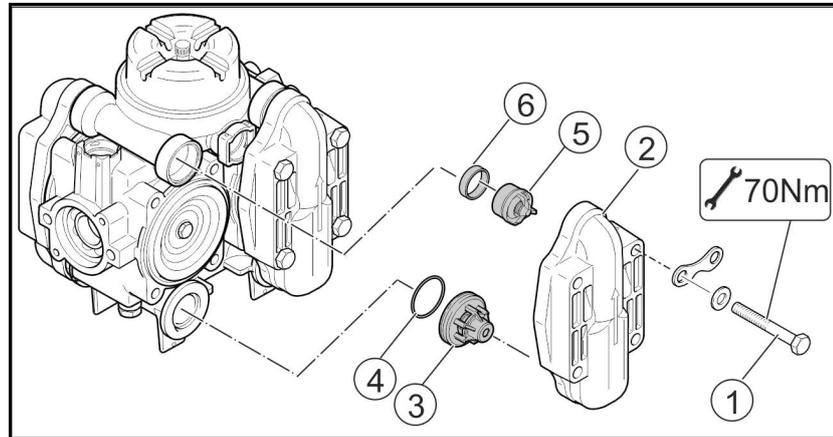

图 151
2. 取下螺栓（图 151/1）。
3. 取下阀门盖（图 151/2）。
4. 取出阀组（图 151/3）。
5. 旋出阀门密封环（图 151/4）和O型环（图 151/5）。